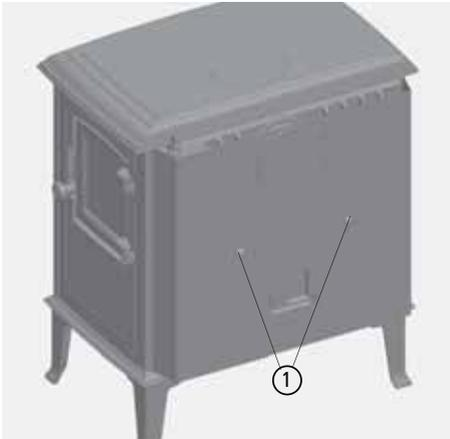

Abb. 3.1 Rückwand-Strahlungsblech
- ① Rückwand-Strahlungsblech demontieren - 2 Kreuzschlitzschrauben M6 x 8 mm, (siehe Abb. 3.1 auf Seite 18)